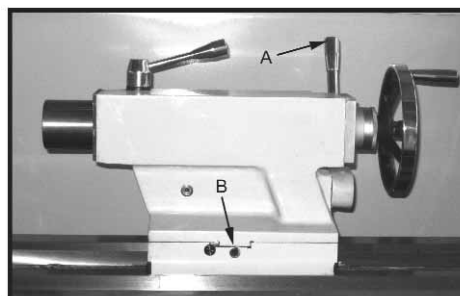

Fig. 19
1. Still den løsnede dubbdokken ved å trykke ned låsegrepet (A, fig. 19) og løsne sekskantshodet, eksenterakselen.
2. Alternativt: Løsne og trekk til stillskruene fram og bak (B, fig. 19).